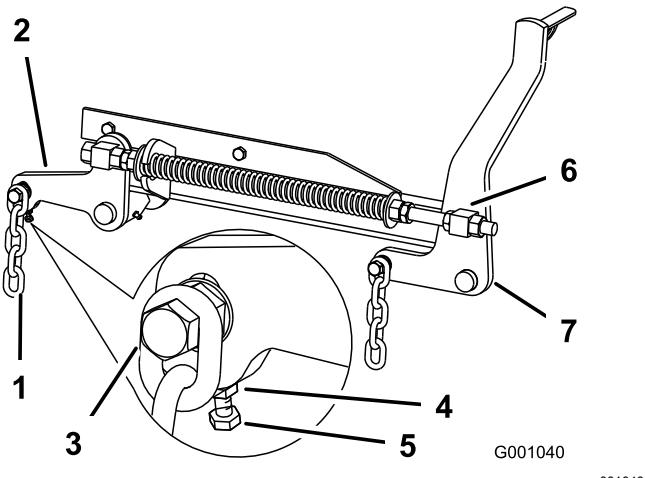

Figure 100
de la chaîne arrière au bras de support arrière (Figure 100).
8. Desserrez l'écrou de blocage sous le bras de support arrière et agissez sur le boulon de réglage de manière à obtenir une distance de 80 à 83 mm (3⅓ à 3¼ po); voir Figure 100.
7. Desserrez d'environ 13 mm (½ po) les écrous de blocage avant à l'avant des pivots gauche et droit (Figure 100).
8. Réglez les écrous de levage sur les côtés gauche et droit de la machine de manière à abaisser l'avant de 6 à 10 mm (¼ à ¾ po) au point A par rapport au point B à l'arrière (Figure 100).